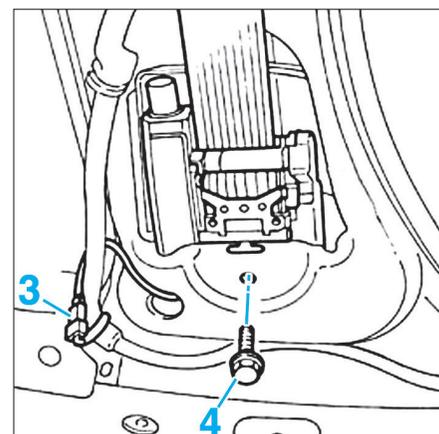

FIG. 16
- Débrancher le connecteur (3) du prétensionneur, puis déposer la vis de fixation (4) (Fig.16).